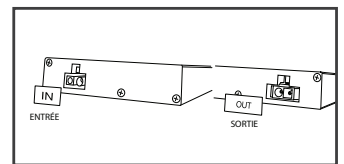

Figure 2
- Le couvercle du panneau d'entrée peut être retiré pour brancher le câble d'alimentation de 1,5 m (5 pi) pour la connexion à une prise polarisée de 120 V. Le câble de liaison de 305 mm (12 po) est utilisé pour relier les luminaires ensemble. • Le couvercle du panneau de sortie peut être retiré pour brancher l'autre extrémité du câble de liaison de 305 mm (12 po) pour relier les luminaires ensemble. Voir la Figure 2.
Fixer le luminaire sur l'armoire ou le mur en serrant fermement les vis. Insérer les bouchons à vis pour une installation propre. Connecter le cordon d'alimentation 1,5 m (5 pi) aux bornes d'entrée après avoir retiré le couvercle du panneau d'entrée. (Voir la Figure 2). Brancher le câble d'alimentation sur une prise connectée à un circuit de 15 A mis à la terre. **Attention : Ne pas dissimuler le cordon d'alimentation à l'intérieur d'un mur, d'un plafond, d'un soffite ou d'une autre structure permanente de ce type. Ne pas acheminer le cordon d'alimentation à travers des trous dans les murs, plafonds ou planchers.**